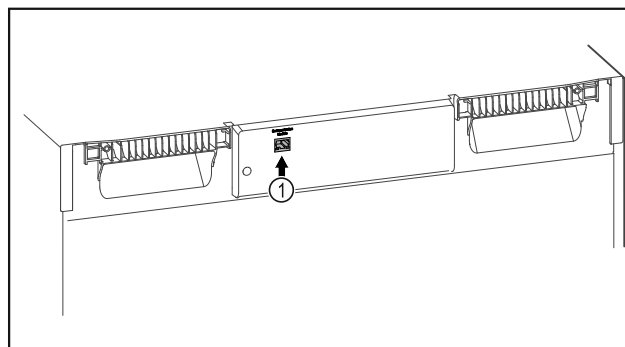

Fig. 131
- SmartModule Fig. 131 (1) on otettu käyttöön.